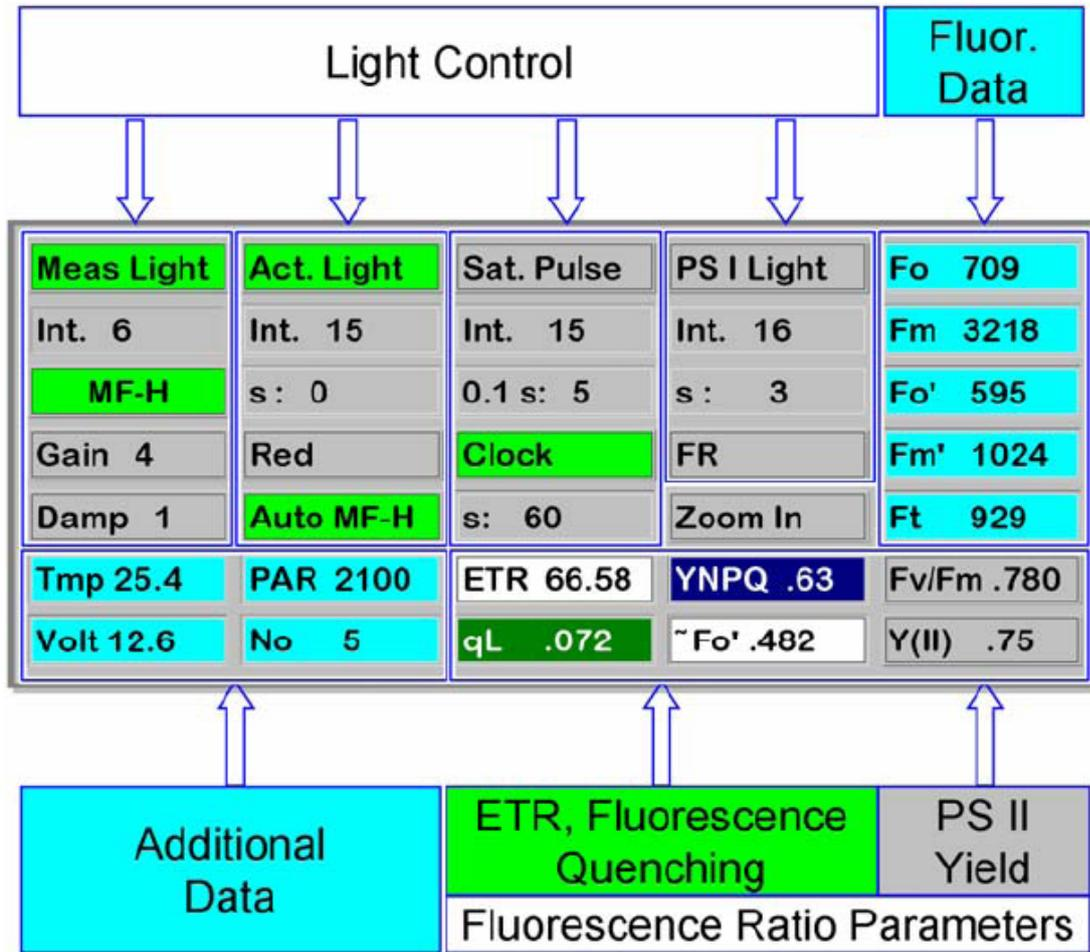

图 4.2 野外屏幕的字母数字区
字母数字区可以分为 4 组：a) 光源控制；b) 主要荧光数据；c) 荧光比值参数；d) 其它数据，光强和温度等（图 4.2）。
**Sat. Pulse** 点击该按钮将执行一个饱和脉冲。得到的数据显示在字母数字区 (alphanumeric fields) (图 4.2) 但不可能会被记录到报告文件。
样品暗适应后执行饱和脉冲记录了两个荧光数据（图 4.2 Fluor.Data）：
其它的荧光比例参数以反背景色显示出来（图 4.2: ETR, Fluorescence Quenching）。所有参数的计算都参照第五章：缩写和公式。